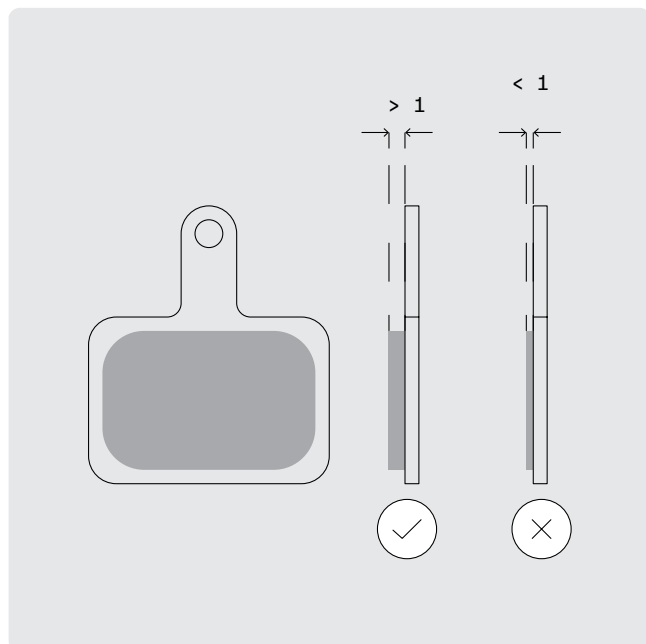

FIG. 40
- Remplacez les garnitures de frein lorsque leur épaisseur est inférieure à 1 mm (Fig. 40). Les garnitures de frein ne doivent jamais être usées au point où le support de garnitures frotte sur le disque de frein.